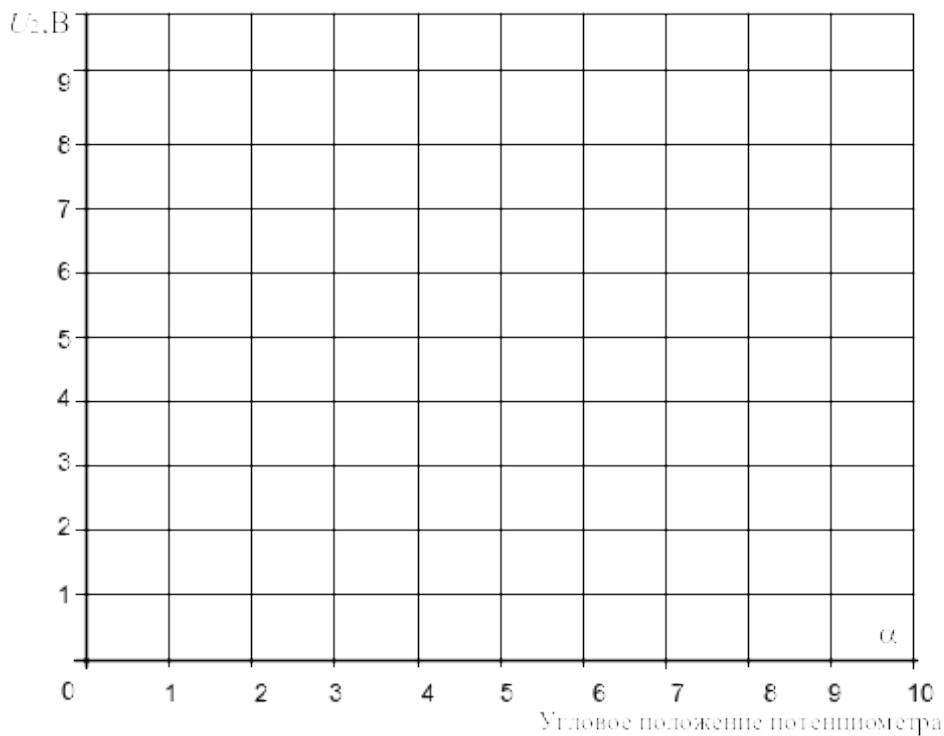

Рисунок 10
4.2. Перенесите значения напряжения U_2 на график (рис. 10) для построения кривой $U_2 = f(\alpha)$.